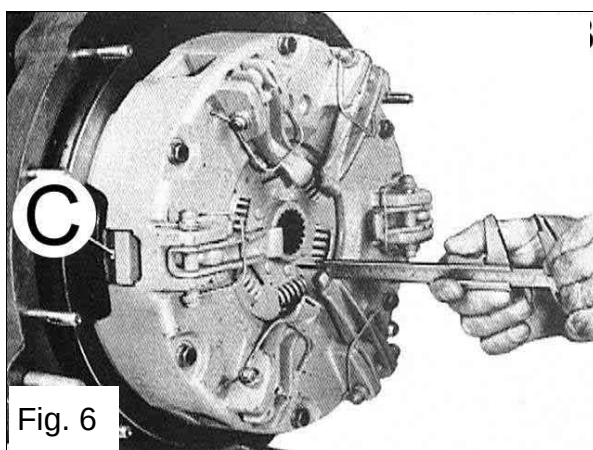

Fig. 6
- allentare i controdati ed agire sui dadi **C** (fig. 6) fino ad ottenere la quota prescritta;